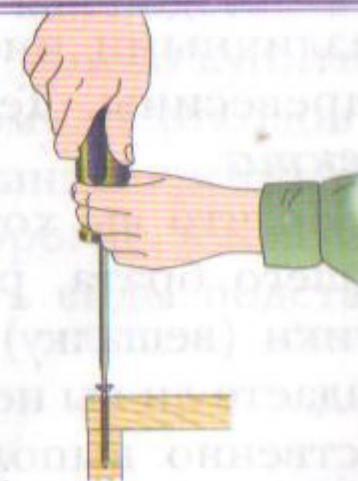

Рис. 105
4. Держать отвёртку следует двумя руками: левая рука направляет её, а правая вращает (рис. 105).